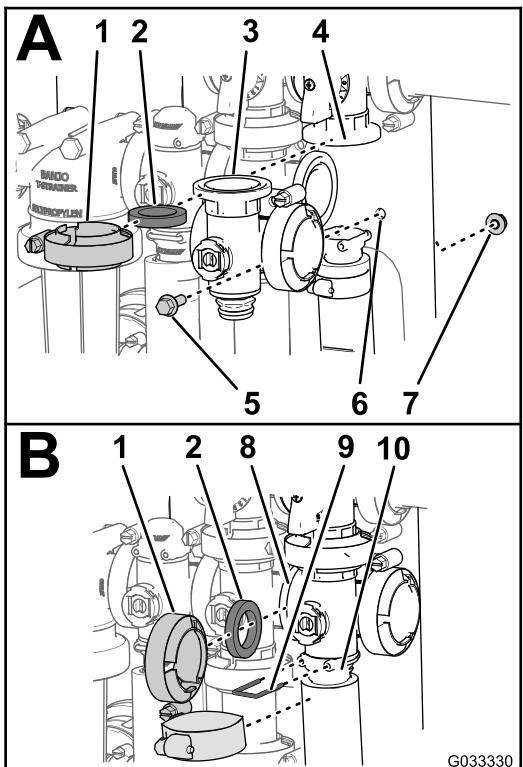

図 77
- マスターブームバルブ用マニホールド、ガスケット1枚、マスターブームバイパスバルブのフランジを、整列させる **図 77; A**。
- マスターブームバルブ用マニホールド、ガスケット、攪拌バルブ用マニホールドを組み立てて、クランプを手締めする **図 77; B**。
- エンドキャップフィッティングを出口フィッティングに取り付ける (出口フィッティングのソケットにリテーナを差し込んで固定する **図 77; B**)。